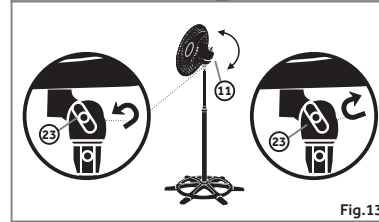

Fig.13
Afrouxe a borboleta de aperto (23) segurando o motor (11). Posicione o motor (11) no ângulo desejado, em seguida, aperte a borboleta (23). Fig.13.